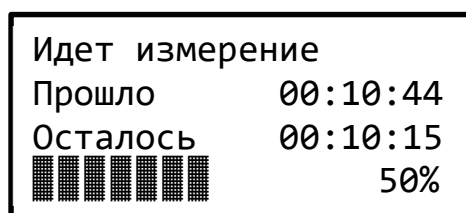

Рисунок 16 – Экран режима измерения
2.8.9 Для запуска измерения в режиме ожидания необходимо нажать клавишу «Ввод» (↵). После её нажатия происходит запуск измерения и на индикаторе отображается экран режима измерения (рисунок 16).